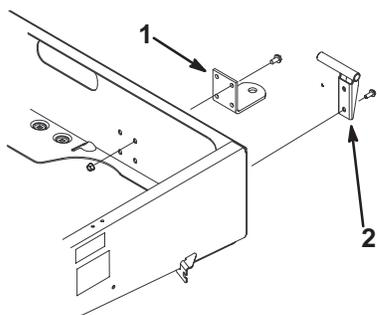

Figura 7
2. Monte o apoio da articulação da mão esquerda no canto esquerdo traseiro do chassis com dois parafusos de cabeça flangeada (3/8 x 1 pol.). Colocar o apoio, tal como exemplificado na Figura 7.